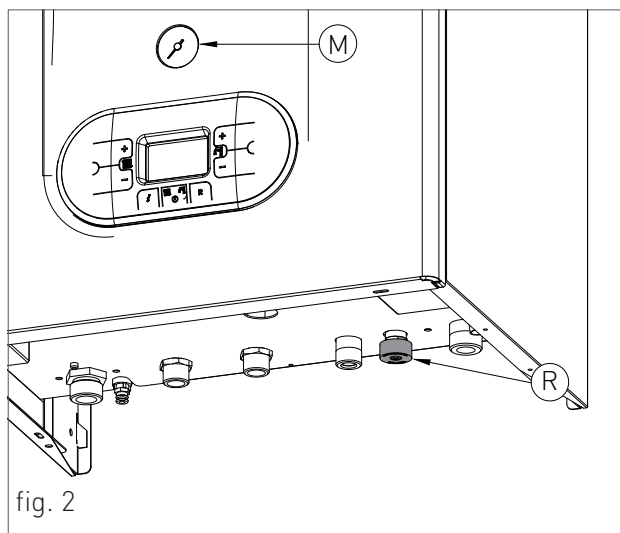
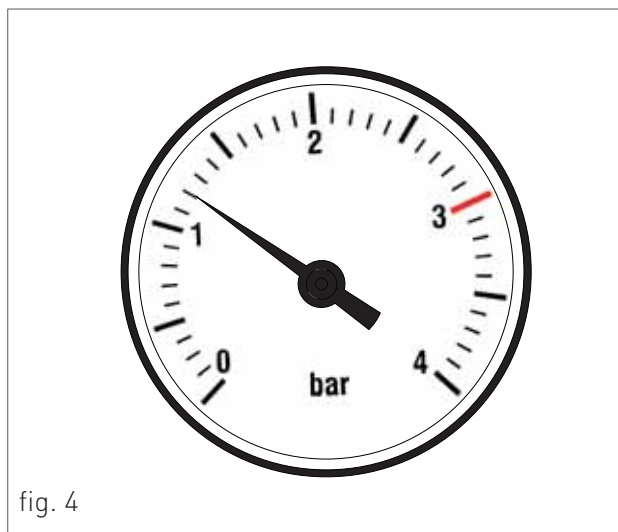

fig. 2
fig. 4
4. aprire il rubinetto di carico "R" (fig. 2);
6. controllare attraverso il manometro "M" (fig. 2) che la pressione dell'impianto raggiunga 1.2 bar (fig. 4);
7. ad operazione avvenuta, assicurarsi che il rubinetto di carico "R" (fig. 2) sia ben chiuso.
10. se dopo le suddette operazioni si rilevasse una diminuzione della pressione dell'acqua nell'impianto, aprire di nuovo il rubinetto di carico "R" fino a che la pressione nel manometro non segni 1.2 bar (fig. 4)